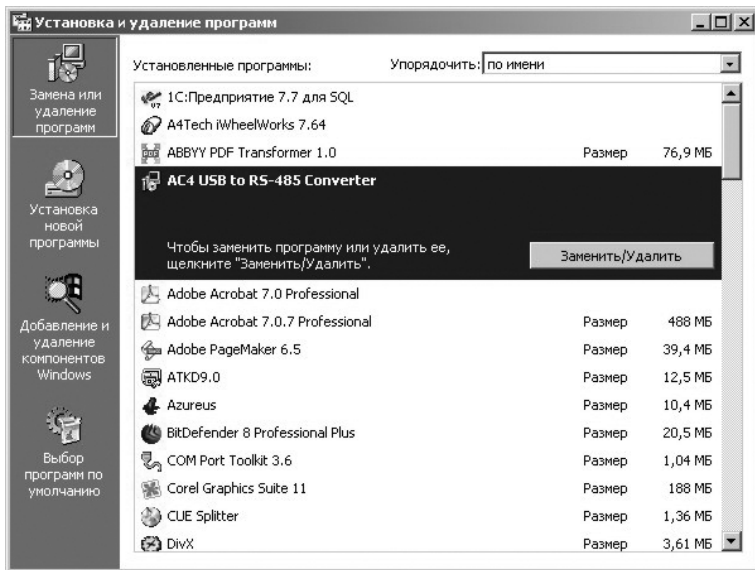

Рис. 7.5. Экранная форма установки и удаления программ
- открыть форму «Панель управления» и выбрать опцию «Установка и удаление программ», в открывшейся экранной форме выбрать из списка программу «AC4 USB to RS-485 Converter» и нажать кнопку «Заменить/Удалить» (рис. 7.5);